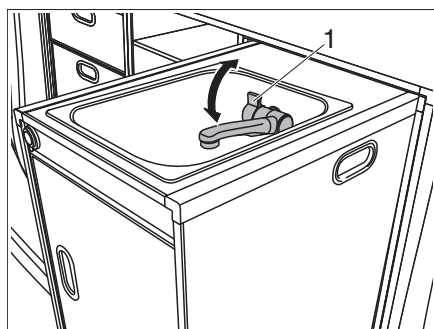

Figure 47 Evier avec robinet d'eau
Le véhicule est équipé d'un bidon d'eau intégré. Une pompe à eau électrique pompe l'eau au robinet d'eau (Figure 47, 1). Lorsqu'on ouvre le robinet d'eau, la pompe à eau est automatiquement mise en service et envoie l'eau au point de prise.
- Tourner le robinet d'eau (Figure 47,1).
- Tourner le robinet d'eau (Figure 47,1) dans le sens inverse.